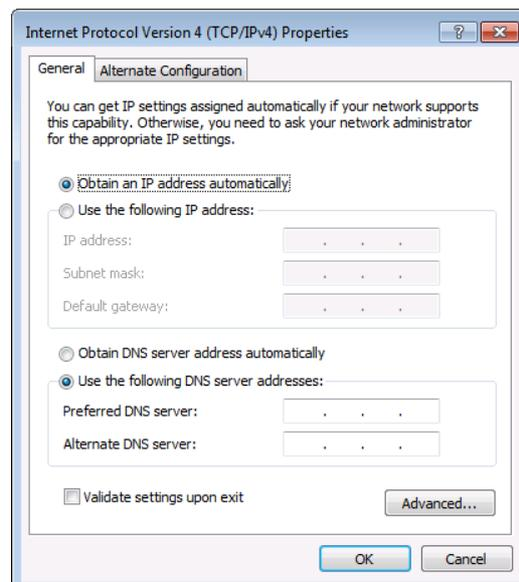
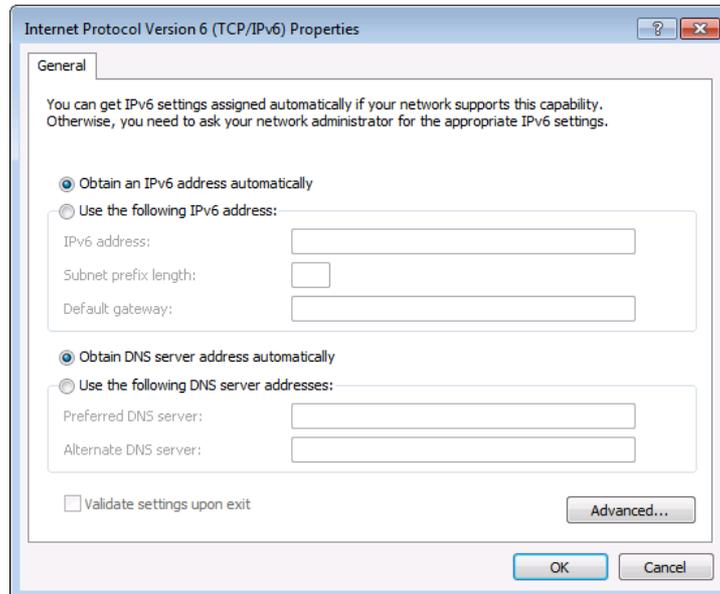

図4：インターネットプロトコルバージョン4 プロパティウィンドウ
図5：インターネットプロトコルバージョン6 プロパティウィンドウ
5. [プロパティ] をクリックします。[インターネットプロトコルのプロパティ] ウィンドウ(IT システムに固有の) は、図4 または図5 のようになります。